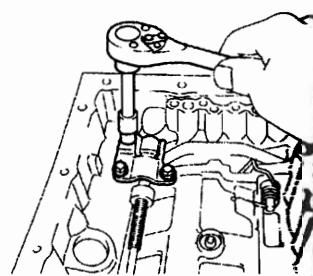

图 12-1-7
- (22) 如图 12-1-7 所示，拆下 3 个螺栓和停车锁止爪支架。